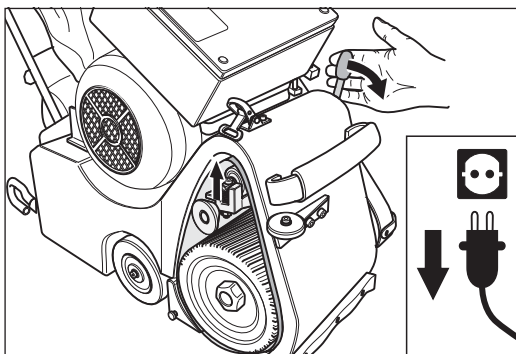

Abb. 11 Den Bedienungshebel des Aggregats nach unten drücken.
- 11 Um das Schleifband zu spannen, drücken Sie den Bedienungshebel des Aggregats nach unten (Abb. 11).